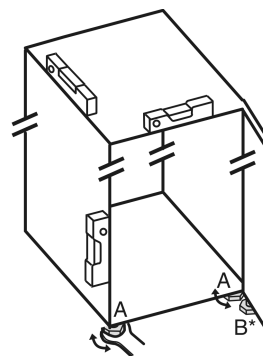

Fig. 48
- Dévisser les pieds réglables Fig. 48 (A) avec la clé plate fournie et utiliser un niveau à bulle pour vérifier que l'appareil est bien plan.
- Dévisser le pied réglable Fig. 48 (B) du support de palier avec la clé plate fournie jusqu'à ce qu'il touche le sol.
- Tourner le pied réglable Fig. 48 (B) de 90° supplémentaires.